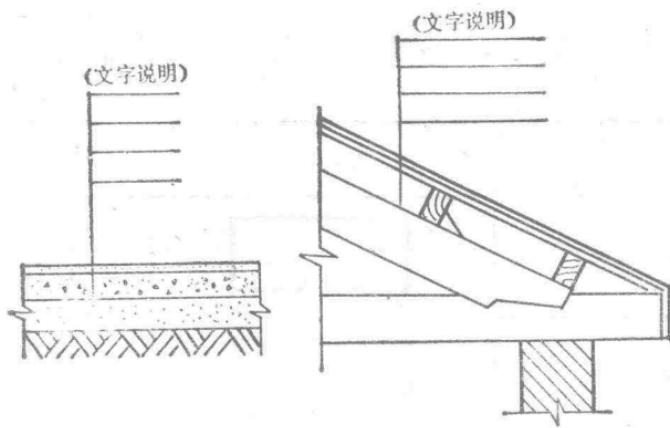

图 1-6
6. 引出线 当需要在图纸上某部位注明做法、尺寸、标高时，又因为该处书写部位尺寸有限，就需要用引出线引出，将注写文字引在适当部位加以注释。见图1-6。